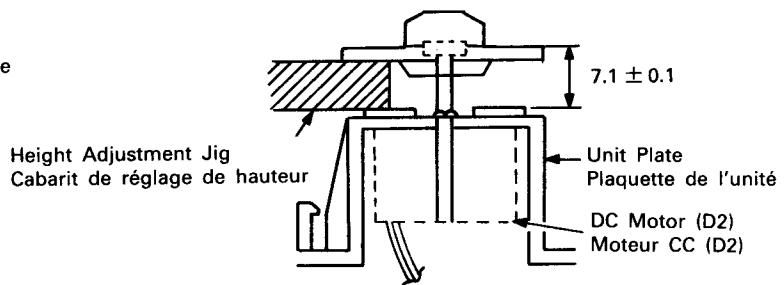

Fig. 15
- (1) Lift the turntable off perpendicularly to the Unit Plate.
- (2) When attaching the turntable, adjust the height using the Height Adjustment Jig (Fig. 15). At this time avoid placing undue lateral stress on the shaft of the DC Motor (D2).
- (1) Dégager le plateau d'entraînement de la plaquette de l'unité en le soulevant perpendiculairement.
- (2) Lors de la pose du plateau d'entraînement, régler la hauteur à l'aide du gabarit de réglage de hauteur (Fig. 15). Eviter d'appliquer un effort latéral excessif sur l'axe du moteur CC (D2).